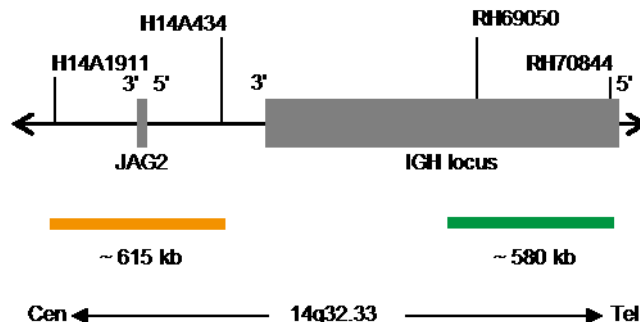

Abb. 1: SPEC IGH Sondenlokalisation (nicht maßstabsgetreu)
- ZyGreen (Anregung 503 nm/Emission 528 nm) markierten Polynukleotiden (~10 ng/ μ l), die gegen Sequenzen in 14q32.33* (chr14:106,690,778-107,268,412) gerichtet sind, welche distal zur IGH-Bruchpunktregion lokalisiert sind (siehe Abb. 1).
- ZyOrange (Anregung 547 nm/Emission 572 nm) markierten Polynukleotiden (~4.5 ng/ μ l), die gegen Sequenzen 14q32.33* (chr14:105,296,741-105,909,611) gerichtet sind, welche proximal zur IGH-Bruchpunktregion lokalisiert sind (siehe Abb. 1).